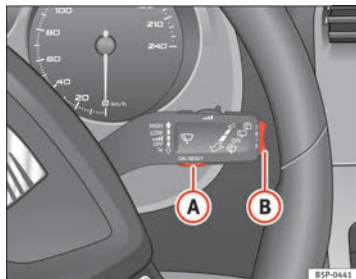
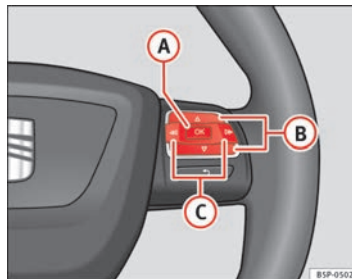

Abb. 43 Scheibenwischerhebel: Taste A zum Bestätigen von Menüpunkten und Wippe B zum Wechseln der Menüs
Abb. 44 Bedienelemente am Lenkrad: Taste A zum Bestätigen der Menüpunkte und Tasten B zum Wechseln der Menüs
- Zum Aufrufen des Menüs „Einstellungen“ drücken Sie die Taste **C** ⇒ Seite 66, Abb. 44, bis die entsprechende Anzeige am Display erfolgt. Nun befinden Sie sich in diesem Menü.
- Zum Umschalten zwischen den Speichern drücken Sie bei eingeschalteter Zündung kurz die Taste **[A]** ⇒ Seite 66, Abb. 43 ⇒ Seite 66 am Scheibenwischerhebel oder die Taste **[OK]** am Multifunktionslenkrad ⇒ Seite 66, Abb. 44 ⇒ Seite 66.
In der Multifunktionsanzeige können Sie durch Betätigen der Wippe **(B)** ⇒ Seite 66, Abb. 43 ⇒ Seite 66 am Scheibenwischerhebel oder durch Drücken der Taste **(Δ)** bzw. **(▽)** ⇒ Seite 66, Abb. 44 am Multifunktionslenkrad* die folgenden Daten abfragen.